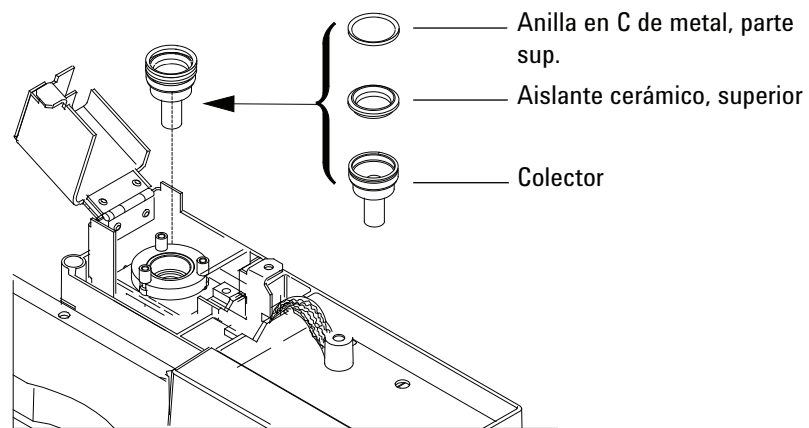

Figura 5 Colector del NPD, aislante superior y anilla en C de-metal
- 20** Coloque la anilla en C de metal inferior, el aislante de cerámica inferior y la anilla en C de metal superior. Consulte Figura 5.